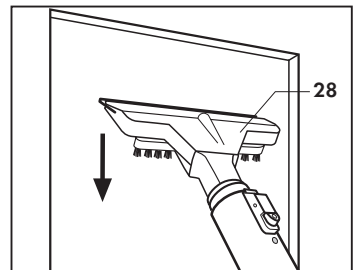

Abb. 17
- Die Gummilippe auf die Scheibe drücken und das Wasser aufsaugen; den Scheibenwischer dabei von oben nach unten bewegen (**Abb. 17**).